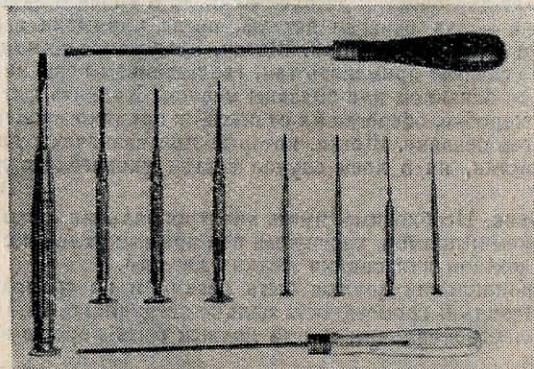

Рис. 2
**Отвертки.** Совершенно необходимо иметь набор отверток (рис. 2). Все отвертки должны быть хорошо заточены. При пользовании той или иной отверткой необходимо проверить, точно ли входит рабочий конец отвертки в шлиц винта по его длине и ширине. Не следует допускать, чтобы рабочий конец отвертки был длиннее или короче шлица,— это приводит к тому, что выходящая за пределы шлица отвертка начинает царапать металл и тем самым портить головку винта. Если же конец отвертки будет уже шлица, то это приведет к порче самого шлица.